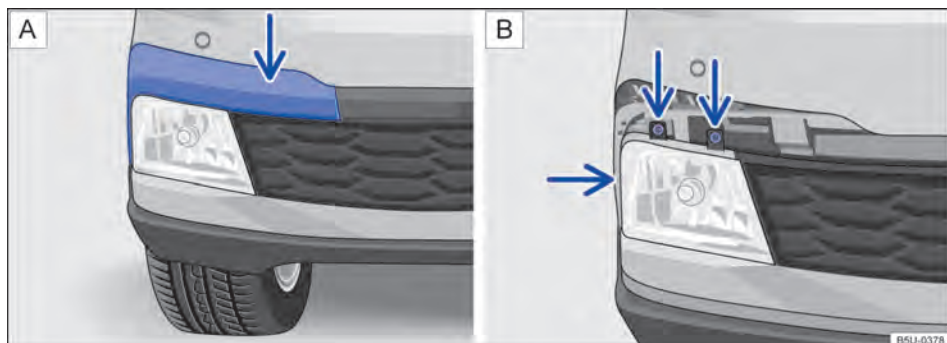

Fig. 162 No para-choque dianteiro: **A** desinstalar a moldura do farol de neblina e **B** retirar os parafusos do farol de neblina.
2. Desencaixar a moldura, cuidadosamente → , primeiramente pelo local indicado pela seta → Fig. 162 **A**. Remover completamente para acessar os parafusos do farol de neblina.
3. Remover os parafusos de fixação indicados pelas setas → Fig. 162 **B**.